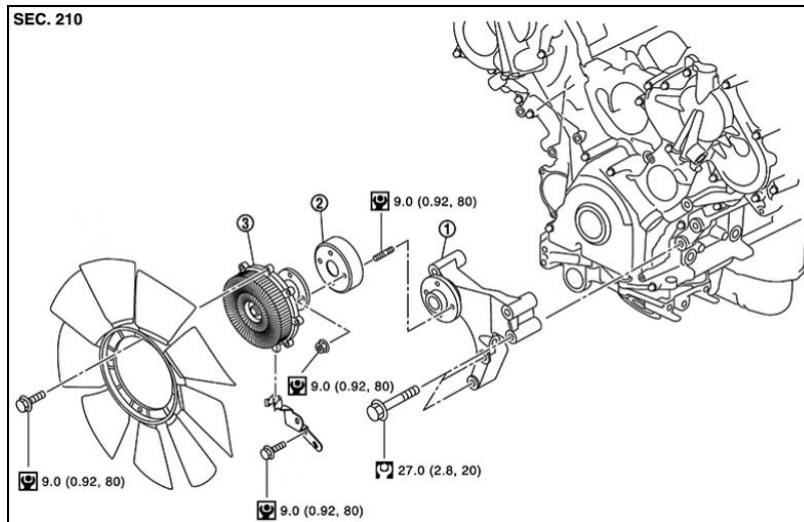

Figure 3
14. Remove the fan bracket (1), fan pulley (2) and the fan coupler (3) (see Figure 3).